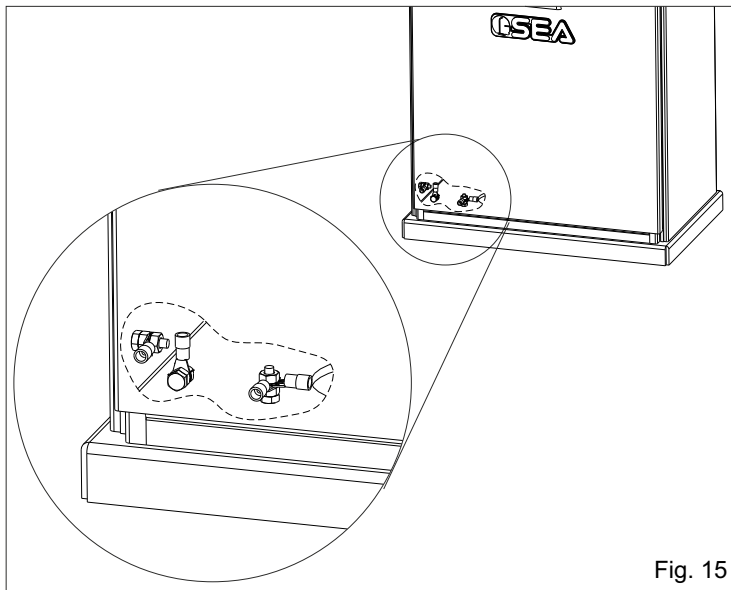

Fig. 15
8. CONEXIÓN DE TIERRA - Fig. 15